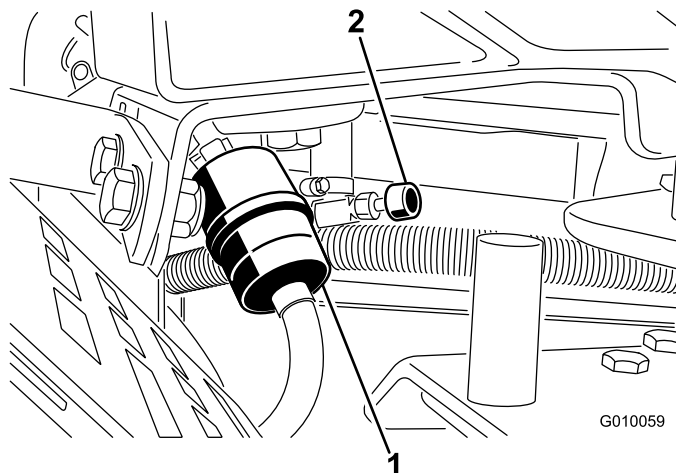

図 52
2. 燃料バルブを閉じる 図 52。
3. 古いフィルタのクランプをゆるめて脇に寄せる 図 52。
5. 新しいフィルタをホースに取り付け、クランプで固定する 図 52。
7. 燃料バルブを開く(図 52)。
2. 燃料バルブを閉じる(図 52)。
3. 燃料フィルタについているクランプをゆるめ、フィルタからずらす(図 52)。
4. 燃料フィルタから燃料ホースを抜き取る(図 52)。燃料バルブを開き、排出される燃料を適切な容器に受ける。
5. フィルタに燃料ホースをつなぎ、クランプで固定する(図 52)。